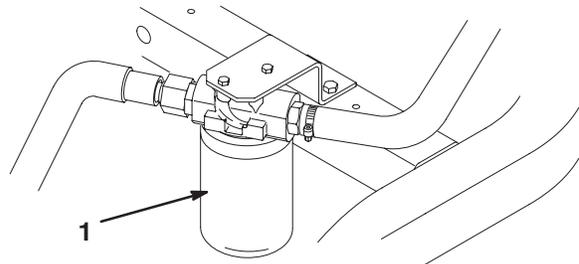

Bild 48
1. Reinigen Sie den Bereich um den Filterbefestigungsbereich (Bild 48). Stellen Sie ein Auffanggefäß unter den Filter und entfernen den Filter.